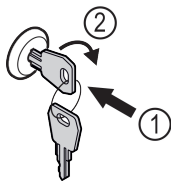

Fig. 174
- Vstavite ključ. Fig. 174 (1)
- Ključ obrnite v smeri urnih kazalcev za 90°. Fig. 174 (2)